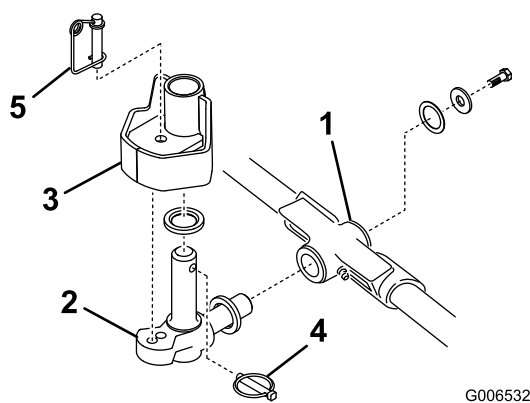

Figura 13
1. Montate una rondella di spinta sull'albero orizzontale dello snodo di articolazione, come riportato in Figura 13.
2. Inserite l'albero orizzontale dello snodo di articolazione nel tubo di montaggio del telaio portante (Figura 13).
3. Fissate lo snodo di articolazione al telaio portante con una rondella di spinta, una rondella piana e una vite a testa cilindrica con testa flangiata (Figura 13).
4. Inserite una rondella di spinta sull'albero verticale dello snodo di articolazione (Figura 13).
5. Inserite l'albero verticale dello snodo di articolazione nel mozzo orientabile del braccio di sollevamento, se era stato tolto in precedenza (Figura 13).
7. Inserite l'acciarino nel foro a croce previsto sull'albero dello snodo di articolazione (Figura 13).
Nota: Se l'elemento di taglio deve essere fisso, inserite il perno di bloccaggio dello sterzo nel foro di montaggio dello snodo di articolazione (Figura 13).
13. Agganciate del filo per molle attorno alla base del perno di bloccaggio dello sterzo (Figura 13).